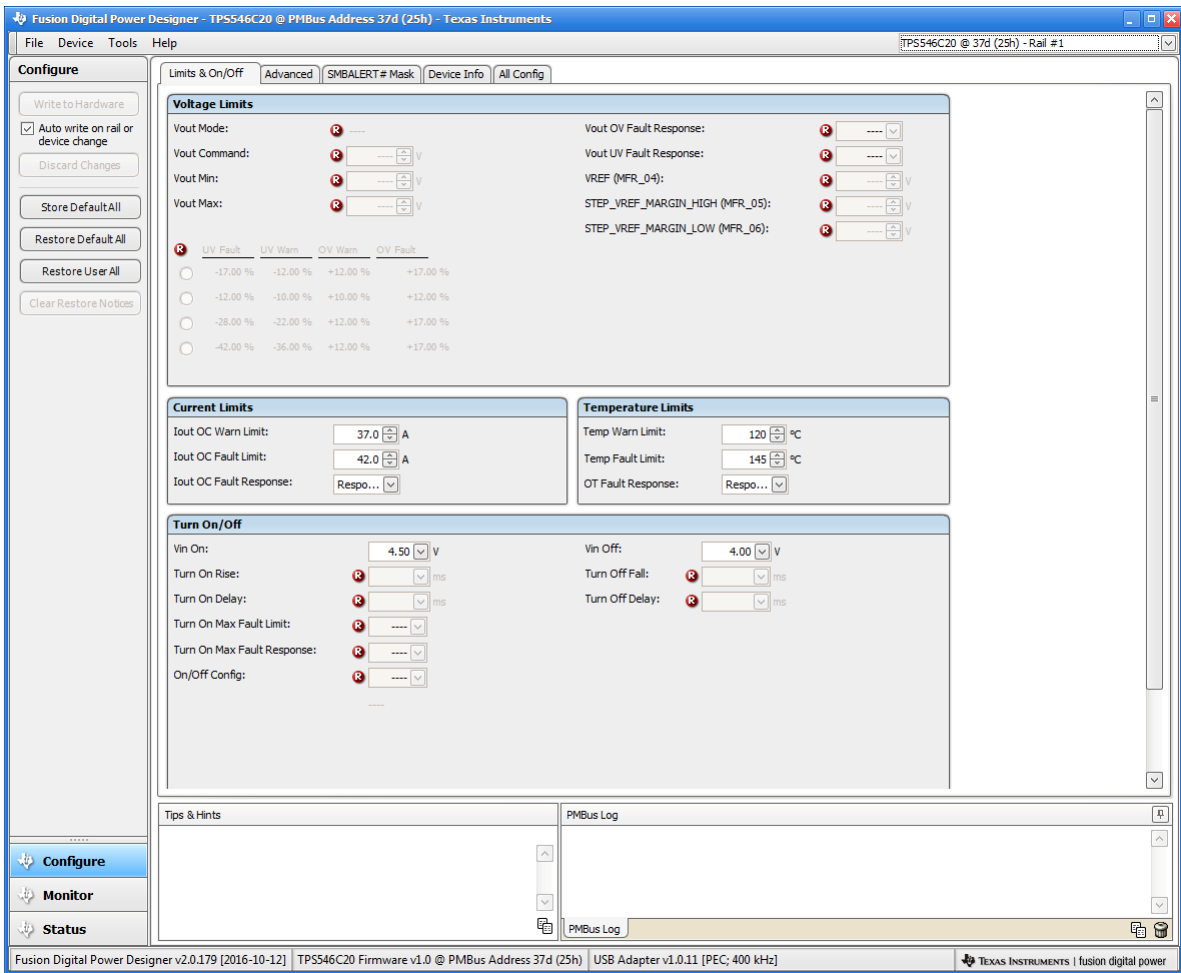

图 10-2. 配置 - U1 和 U2 的限制和开/关
- 使用 **Limits & On/Off** 选项卡 (图 10-2) 配置以下各项：